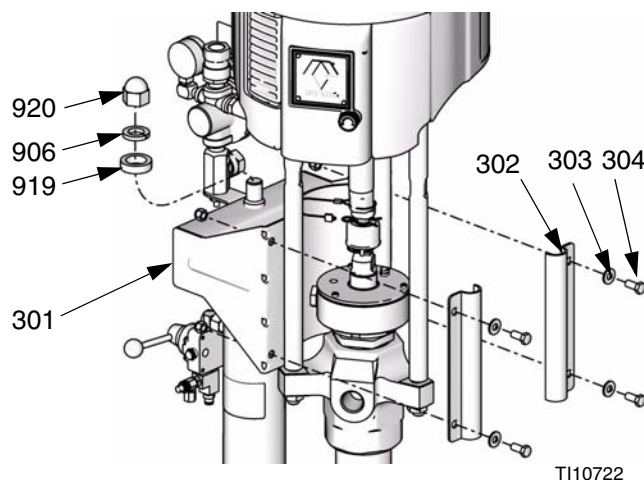

FIG. 36 : Eléments de montage S20
2. Dévisser l'écrou borgne (920), la rondelle (906) et l'entretoise (919). Retirer le support de la pompe (301) et le matériel qui y est rattaché. FIG. 36.
2. Dévisser l'écrou borgne (920), la rondelle (906) et l'entretoise (919). Retirer le support de la pompe (301) et le matériel qui y est rattaché. Fig. 36. Voir FIG. 36.
11. Installer le logement de la tige (931b) sur la tige du piston (931c) et visser le tout sur le chapeau du vérin (915).
12. Remonter le support de pompe (301) et le matériel attendant. Voir FIG. 36.